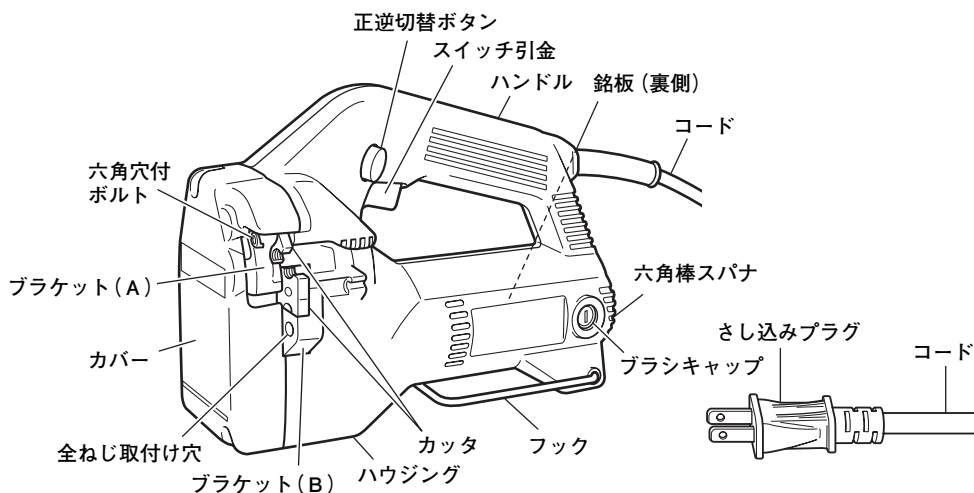

図 1
(2) カッタを取付けている六角穴付ボルト (図 1 参照) がしっかりと締付けられていることを、付属の六角棒スパナで確かめてください。